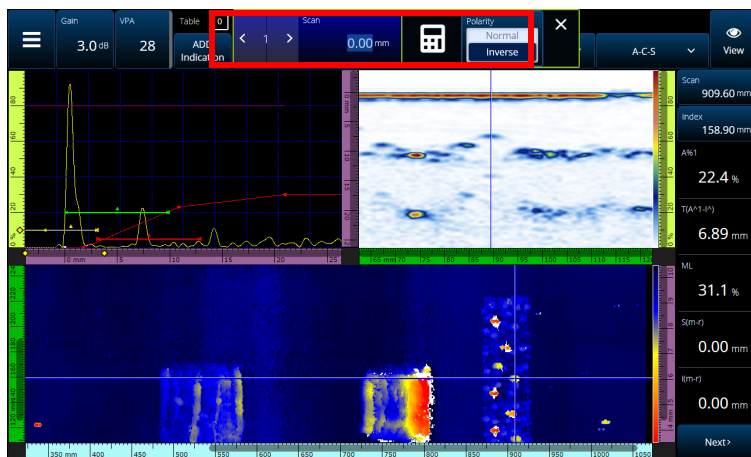

Abbildung 2-59 Springen zu einer bestimmten Stelle durch Eingabe einer Zahl auf der mit dem Ziffernblock
- c) Drücken Sie entweder die **Scan** oder **Index** Steuerung. Ein Menü erscheint, in dem Sie über die numerische Tastatur einen neuen Wert eingeben oder die Polarität des Weggebers umkehren können (Abbildung 2-59 auf Seite 102).